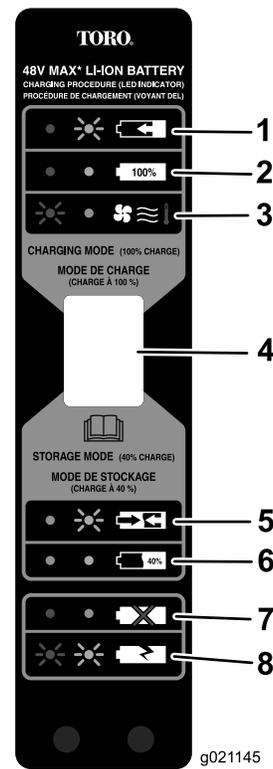

Figura 8
5. Fate riferimento a Figura 8 per interpretare gli indicatori LED sul caricabatterie.
Utilizzate la modalità di stoccaggio (Figura 8) quando la batteria non viene utilizzata per 1 mese o più.
4. Quando la batteria è pronta per lo stoccaggio (Figura 8, articolo 6.), togliete la batteria dal caricabatterie.